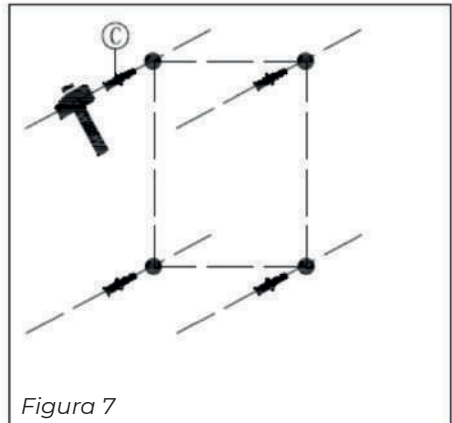

Figura 7
**6.** Coloque os bujões de parede e os anéis fornecidos (Figura 7, pos. C).